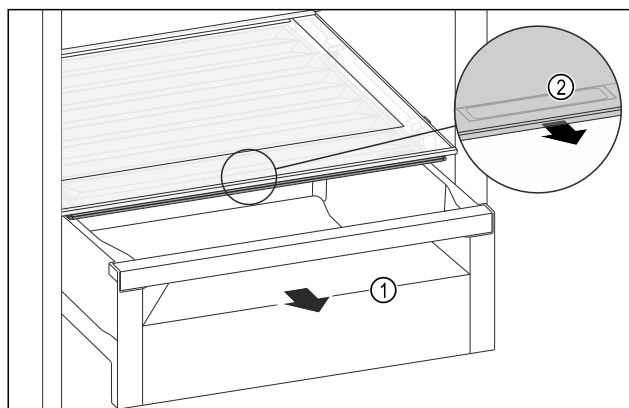

Fig. 137
- ▶ Izvlecite predal Fig. 137 (1).
- ▶ Primate prijemalno vdolbino Fig. 137 (2) na pokrovu predala in predal istočasno povlecite naprej.